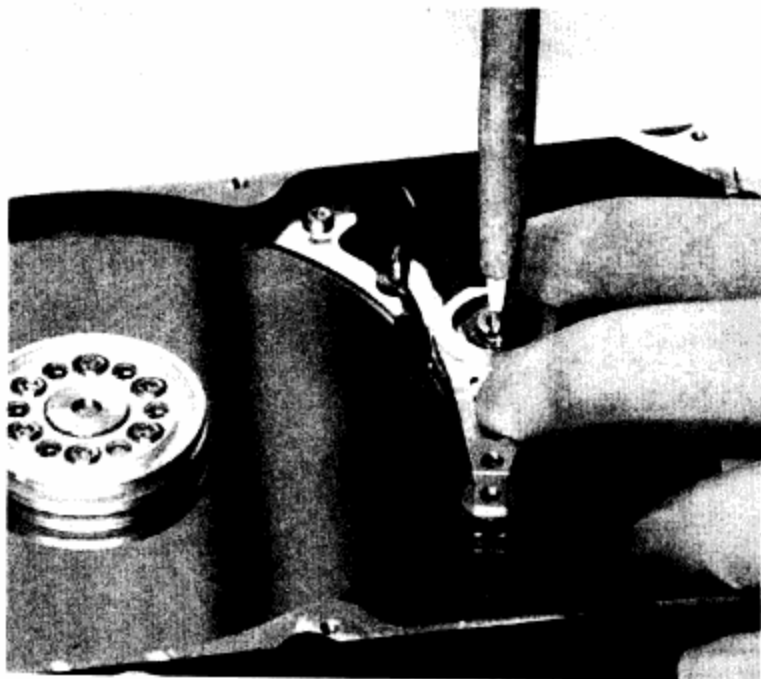

图7-13 拆卸磁头
**步骤 07** 拆卸磁头。拆磁头的过程中小心磁头不要与任何东西碰撞。如图7-13所示。